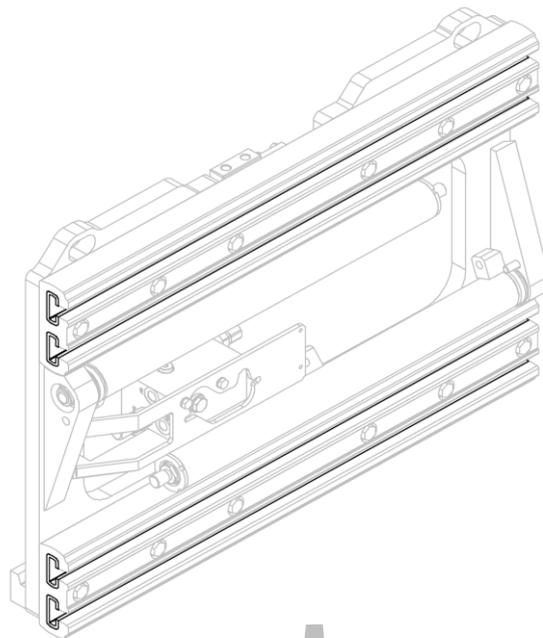
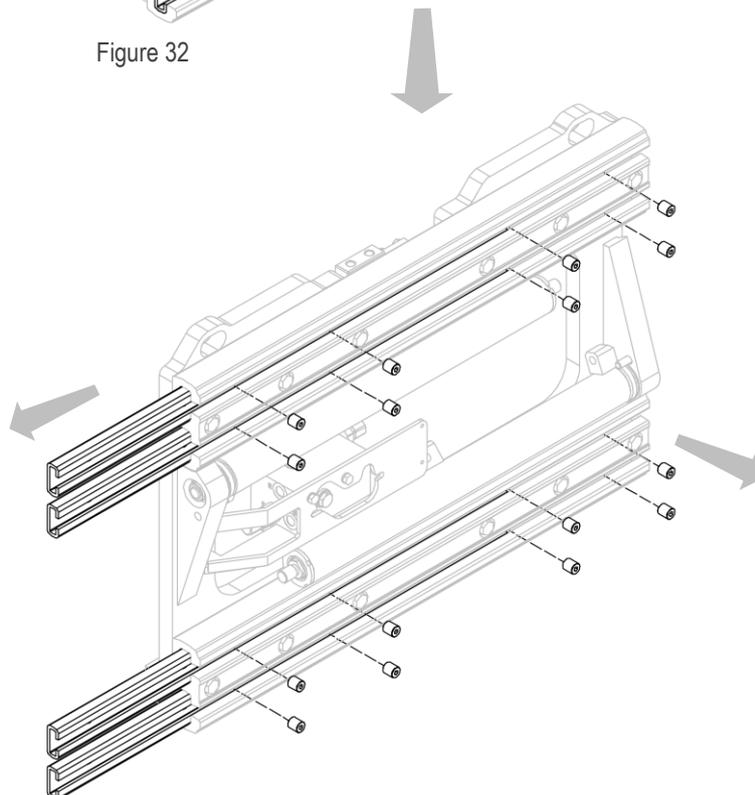

Figure 32
Figure 33
3. Retirer les bagues en nylon après avoir dévissé les goujons correspondants (voir *Figure 32* et *Figure 33*).